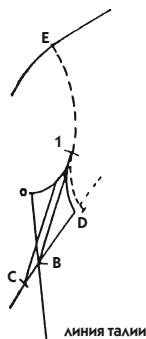

Рис. 718
- Чтобы избежать расширения книзу, углубите еще больше эту линию (рис. 718, задание выполнять необязательно), но имейте в виду, что углубление нижнего среза рукава не всегда хорошо выглядит на прилегающей одежде и стесняет движение руки.
- Можно также поднять линию рукава, ничего не меняя в его ширине, в противоположность тому, что показано на рис. 718 (задание выполнять не требуется).